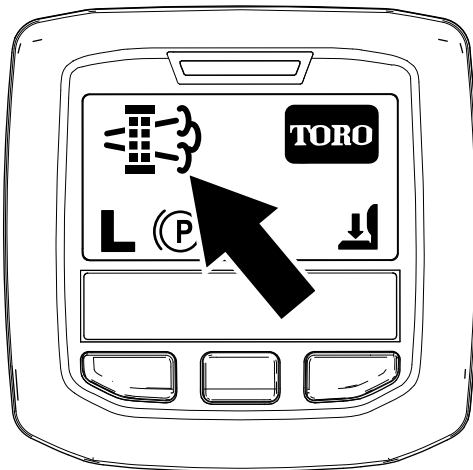

Figure 74
- Quand le calculateur moteur demande une régénération en stationnement ou une régénération d'urgence, l'icône de demande de régénération (Figure 74) s'affiche sur l'InfoCenter.